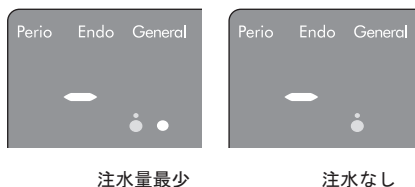

図20
- 水量のバーグラフは、青色ランプ1つ 白色ランプ1つ点灯時が最少です。青色ランプのみの点灯時は注水が止まります。（図 20）